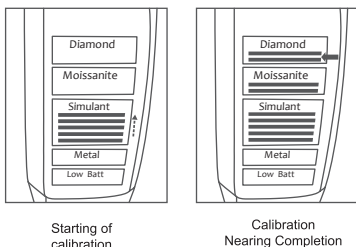

Рис. 1.14
7. Во время калибровки индикаторы «Simulant» (Муляж), «Moissanite» (Моассанит) и «Diamond» (Алмаз) загораются по очереди, что сопровождается ритмичным звуковым сигналом. Загорание индикатора «Diamond» (Алмаз) указывает на завершающую фазу калибровки, как показано на **рис. 1.14**.